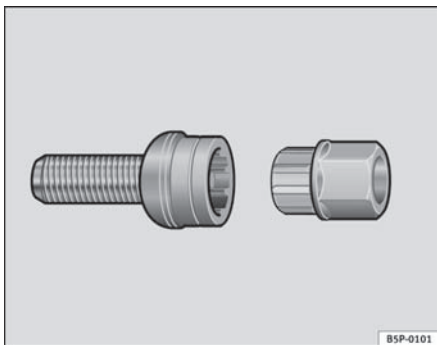

Abb. 177 Diebstahlhemmende Radschrauben
- Setzen Sie den Adapter bis zum Anschlag in der diebstahlhemmenden Radschraube ein ⇒ Abb. 177.